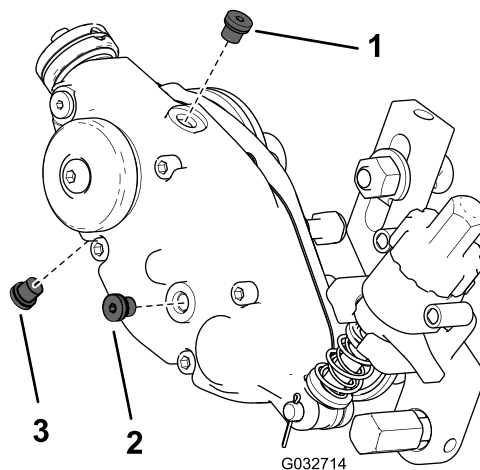

图22
2. 取出壳体底部的排油塞（图22）。
3. 取出壳体侧面的油位塞，为加快排油创建一个出口（图22）。
7. 取出壳体顶部的加油塞（图22）。